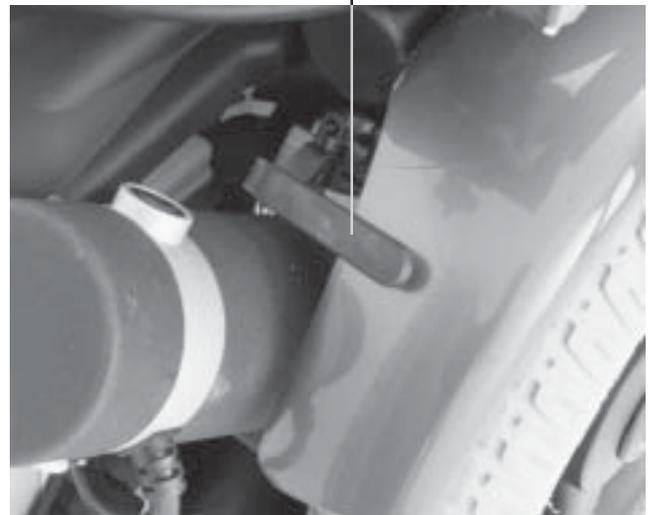
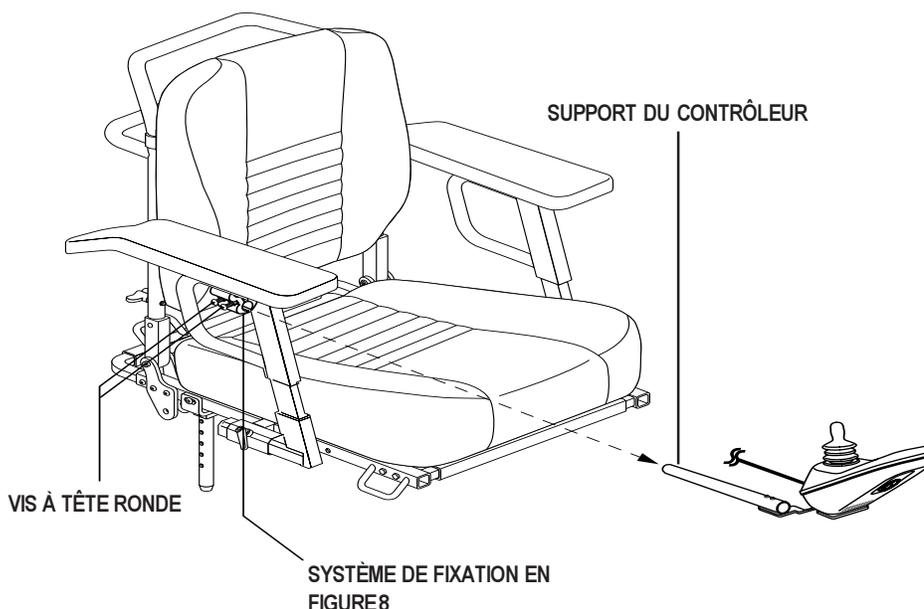

Figure 8. Position embrayée (moteurs embrayés)
Figure 15. Position du contrôleur
2. Poussez le levier de roues libres vers l'extérieur pour embrayer. Voir la figure 8.
4. Desserrez la vis à tête ronde de la fixation en forme de figure 8 située sur l'accoudoir. Voir la figure 15.
8. Resserrez les vis à tête ronde pour fixer le levier d'inclinaison dans la fixation en forme de figure 8.
10. Resserrez les vis à tête ronde pour fixer le contrôleur dans la fixation en forme de figure 8.